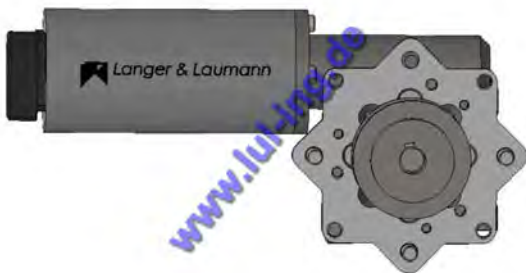

Abb. 10: Motor hochdrehen bis der Zahnriemen gespannt ist. Dann den Motor anschrauben.
3. Motor kippen und dabei den Zahnriemen spannen. (Abb. 10: Motor hochdrehen bis der Zahnriemen gespannt ist. Dann den Motor anschrauben.)